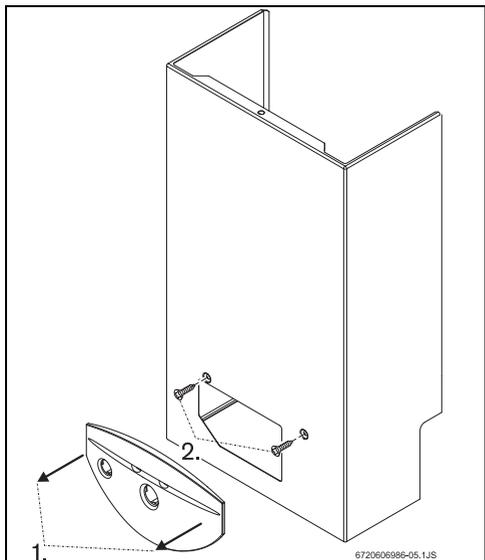

Рис. 15 Снятие передней крышки
- ▶ Вынуть лицевую панель из прибора, легким движением вперед (рис. 15, поз. 1).
- ▶ Отвернуть два винта (рис. 15, поз. 2).